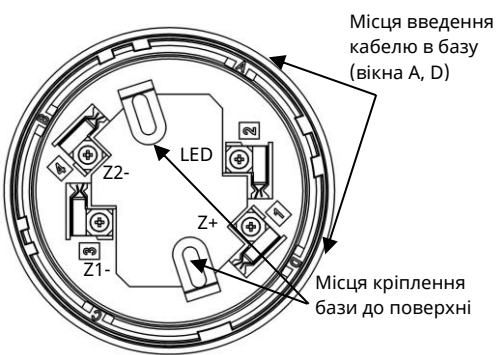
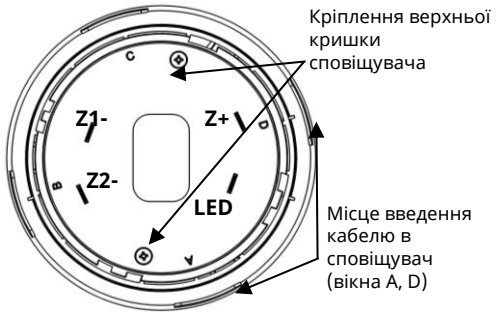

Рисунок 3.1 – Розташування клем на базі сповіщувача
Рисунок 4.1 – Вигляд сповіщувача з боку контактів
2) встановити базу на рівній поверхні, прикріпити шурупами або гвинтами згідно з Рис. 4.1, після затягування яких база не повинна бути деформована;
3) закріпити дроти ШС в гвинтових клемах бази відповідно до Рис. 3.1 і таблиці 3.1. В базі сповіщувача чотири клеми;
4.5 Для випадків, коли кабель всередину бази заводять збоку, в самій базі та в кришці сповіщувача передбачені вікна, в яких вирізані отвори за потреби. Ці вікна промарковані літерами «А», «В», «С», «D» (Рис. 3.1, Рис. 4.1).